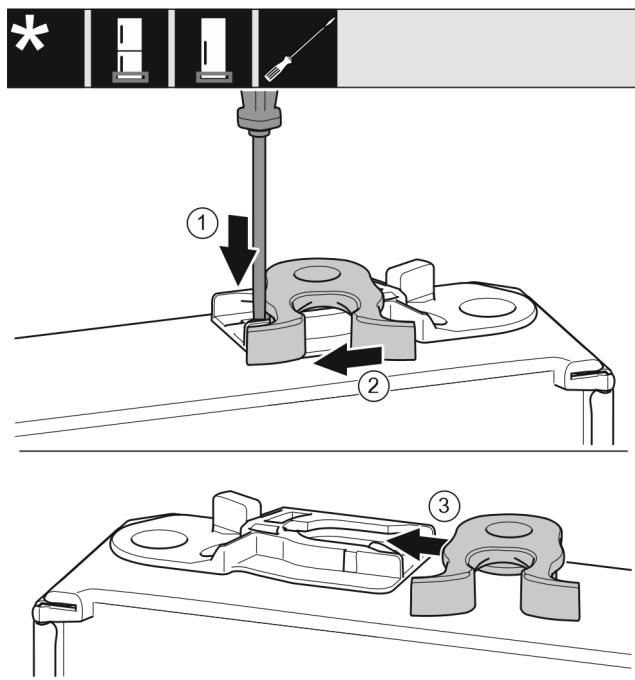

Fig. 18
- ▶ Presione la lengüeta hacia abajo con el destornillador para tornillos de cabeza ranurada. Fig. 18 (1)
- ▶ Extraiga el gancho de cierre de la guía. Fig. 18 (2)
- ▶ Introduzca el gancho de cierre en el otro lado en la guía. Fig. 18 (3)